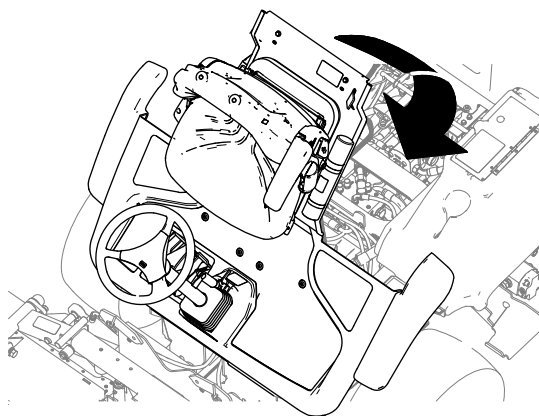

Figura 50
1. Abbassate la pedana con cautela (Figura 50).